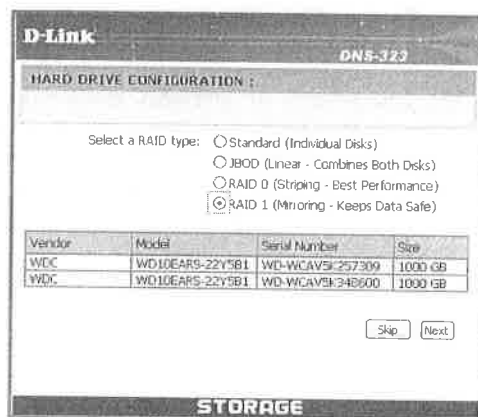

Figura 32: pantalla para seleccionar el tipo de configuración.
- Figura 32: Seleccionar la opción RAID 1 y continuar.